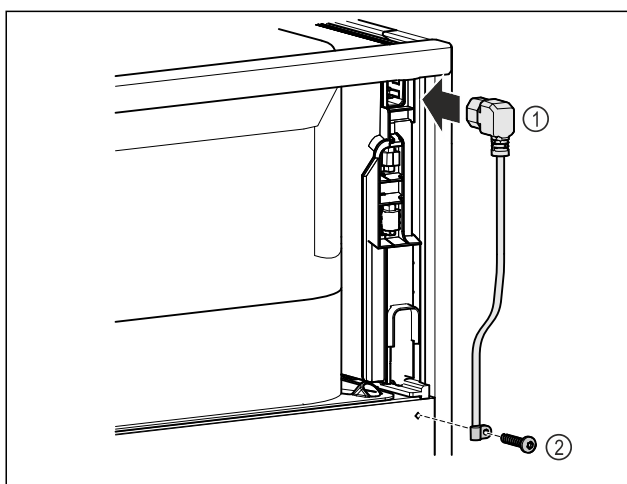

Fig. 72
- ▶ Au dos de l'appareil, brancher la prise pour appareil froid du câble d'alimentation Fig. 72 (1).
- ▶ Monter le serre-câble. Fig. 72 (2)